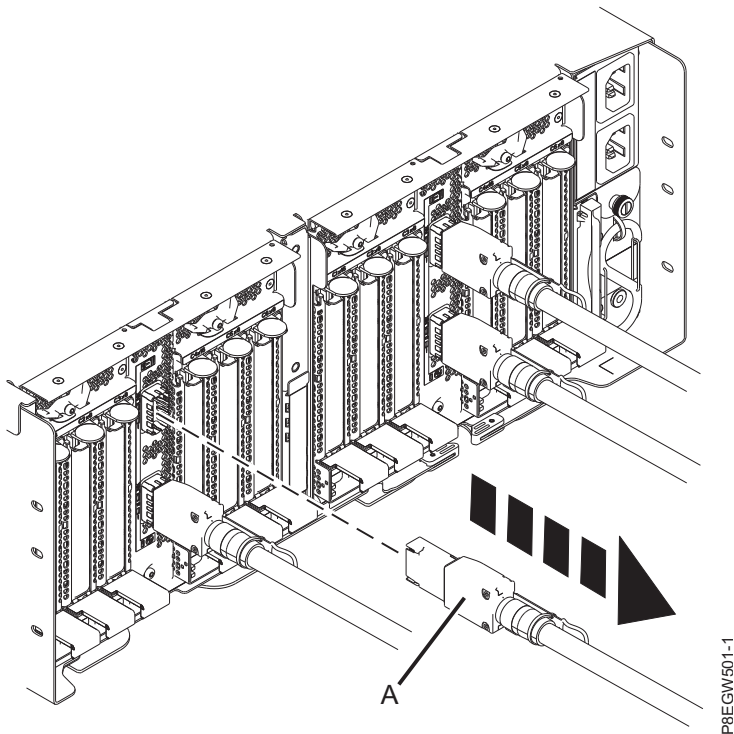

Figure 4. Retrait du câble de tiroir d'extension du tiroir d'extension EMX0 PCIe3
3. En tenant la languette, retirez l'autre extrémité du câble de tiroir d'extension (A) du port de module d'E-S sur le tiroir d'extension EMX0 PCIe3, comme illustré à la figure 4.